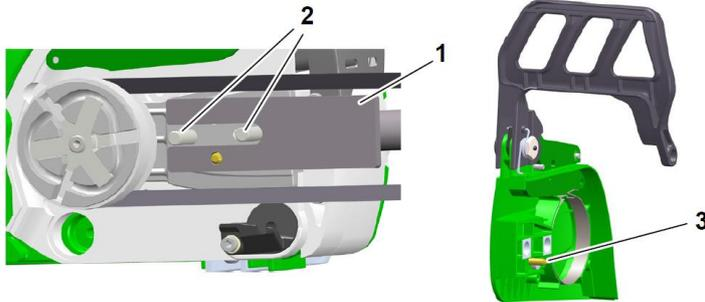

Abb. 4: Träger montieren und Keilriemen einhängen
- > Setzen Sie den Träger (1 – Abb.4) mit dem Schlitz zwischen die beiden Gewindestifte (2 – Abb.4).
- > Setzen Sie den Keilriemendeckel wieder auf, so dass der Pin im Deckel (3) in den Träger (1) greift (siehe Abb. 4).